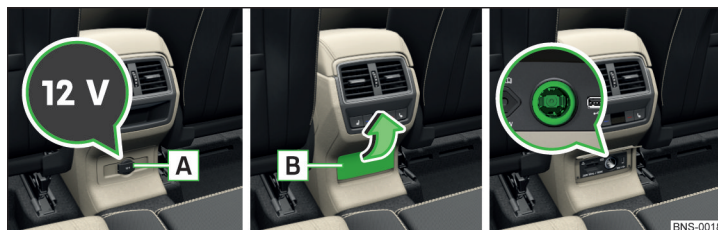

Fig. 133 Rabattez le couvercle de la prise 12 Volts / prise 12 Volts.
- Pour **utiliser** la prise, ouvrir le couvercle **A** ou rabattre le couvercle **B** dans le sens de la flèche » fig. 133.